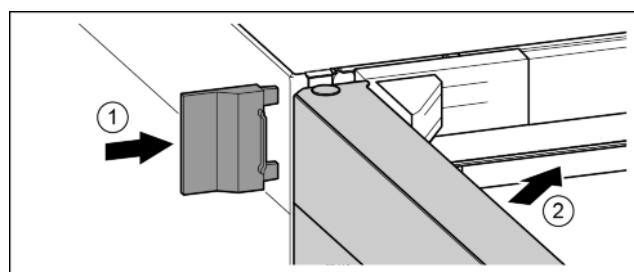

Fig. 24
- Надвинуть внешнюю крышку. Fig. 24 (1)
- Закрыть верхнюю дверь. Fig. 24 (2)